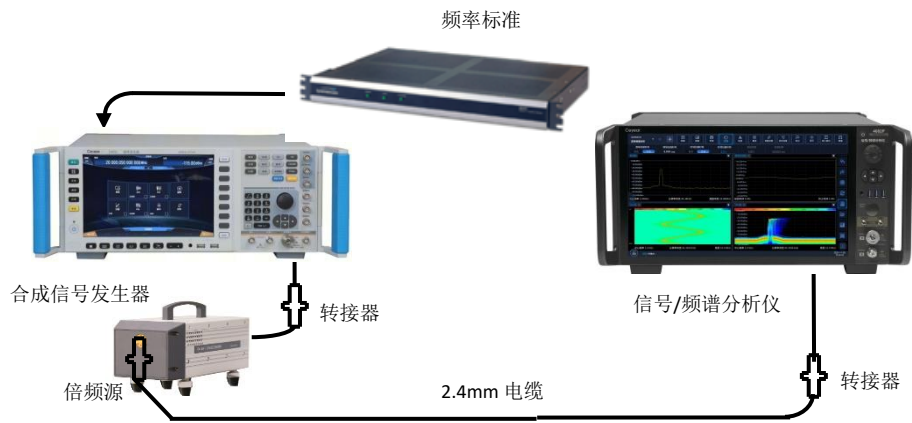

图 7.4 射频输入 2 频率范围测试示意图
- 6) 按照图 7.4 连接频率标准输出至信号发生器的 10MHz IN，由外部频率标准为合成信号发生器提供参考频率。连接合成信号发生器的射频输出至倍频源模块输入，倍频源输出与 4082 的射频输入 2 相连（如没有频率标准，可用具有高稳定频率参考的频率计代替）；